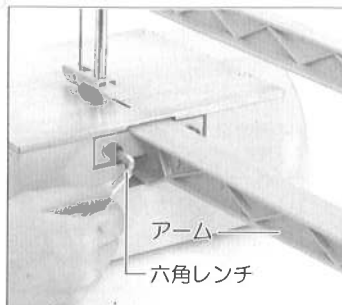

図1
- アームの取付部を本機の□穴に差し込み、取付用イモネジ(ワッシャ付)を六角レンチ5mm(付属品)で確実に締め付けて下さい。(図1参照)